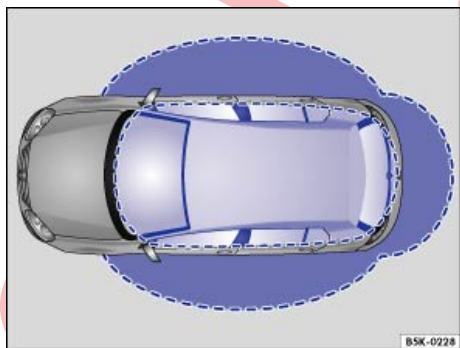

Fig. 65 Sistema de cierre y arranque sin llave Keyless Access: zonas próximas.
Keyless Access es un sistema de cierre y arranque sin llave con el que se puede desbloquear y bloquear el vehículo sin utilizar activamente la llave del mismo. Para ello solo es necesario que haya una llave válida en la zona próxima al vehículo $\Rightarrow$ fig. 65 y tocar una de las superficies sensoras de las manillas de las puertas delanteras $\Rightarrow$ fig. 66 o accionar el emblema de Volkswagen del portón trasero $\Rightarrow$ página 142 $\Rightarrow$ ①.
Si se encuentra una llave válida del vehículo en una de las zonas próximas $\Rightarrow$ fig. 65, el sistema de cierre y arranque sin llave Keyless Access le otorga a dicha llave derechos de acceso en cuanto se toca la superficie sensora correspondiente de la manilla de la puerta del conductor o del acompañante, o se acciona el emblema de Volkswagen en el portón trasero. A continuación son posibles las siguientes funciones sin tener que utilizar activamente la llave del vehículo:
Cuando el vehículo está bloqueado, el portón trasero se desbloquea automáticamente al abrirlo si en su zona próxima $\Rightarrow$ fig. 65 se encuentra una llave del vehículo válida.